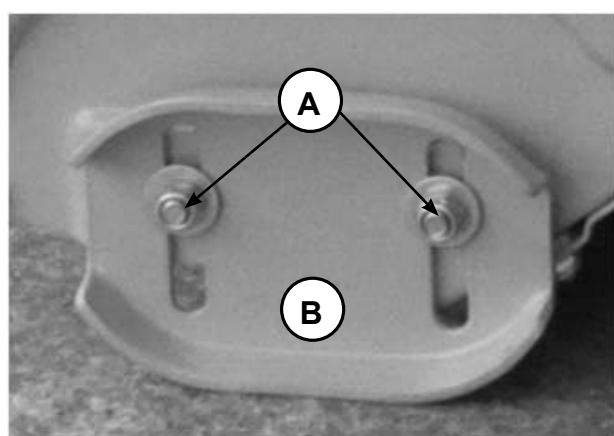

Рис. 27
2. Ослабьте гайки крепления салазок (A), Рис. 27) и установите салазки (B) на необходимую высоту. Снова затяните гайки.